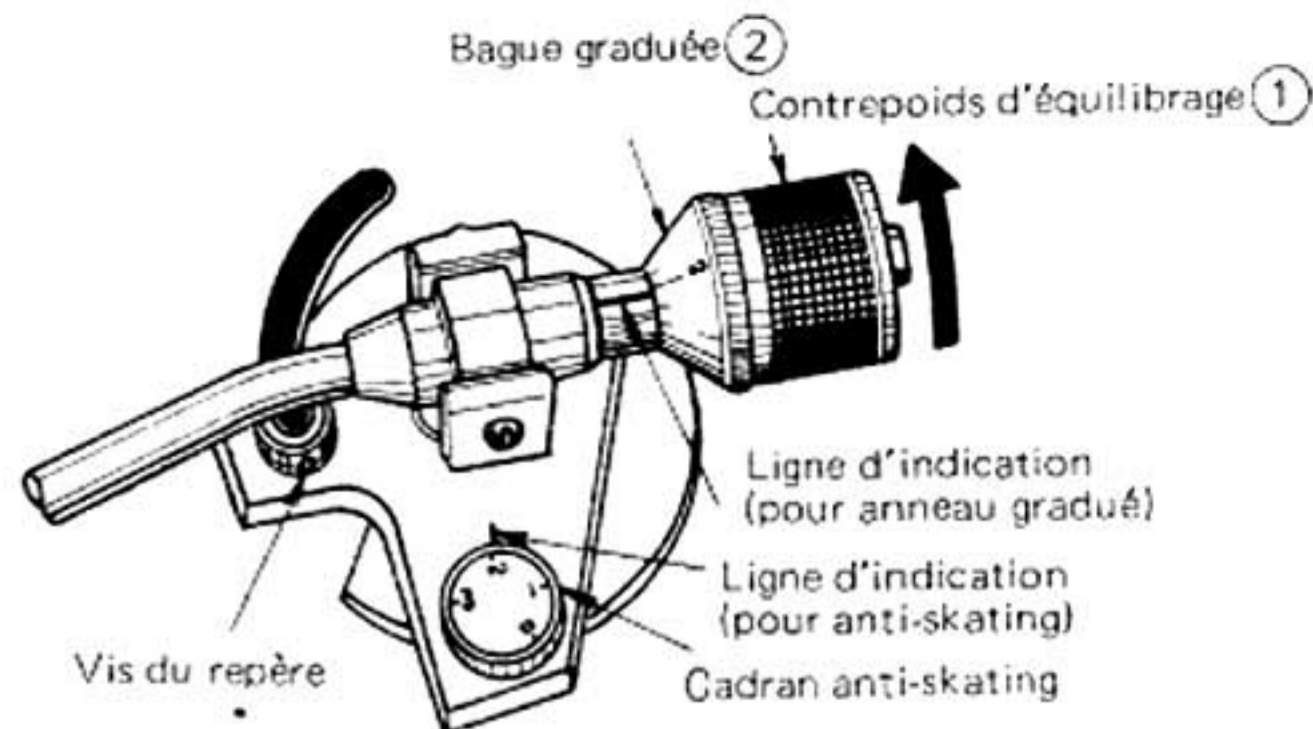

Fig. 11
- (1) Tourner le contrepoids équilibrage ① jusqu'à ce que le bras de lecture soit parfaitement équilibré.
- (2) Une fois le bras de lecture équilibré, tourner la bague noire graduée ② jusqu'à ce que le "0" de la bague vienne en regard de la ligne de repérage. Le bras de lecture est alors réglé sur zéro gramme de force d'appui.
- (3) Tourner le contrepoids équilibrage ① assez lentement jusqu'à ce que la ligne de repérage vienne se mettre en regard de la force d'appui préconisée. La pointe de lecture peut être réglée pour une force d'appui optimum. (Fig. 11)
Ajuster l'échelle de l'anti-skating avec la ligne de repérage en fonction de la force d'appui de la pointe de lecture de la cellule phonoelectrice utilisée. (Fig. 11)
Pour ajuster la hauteur de la pointe de lecture à l'aide du repère, desserrer la vis du repère Fig. 11. Ajuster la hauteur du repère de telle sorte que la distance entre la pointe de lecture et le disque se situe entre 4 et 7mm quand un disque est palcé sur le plateau;